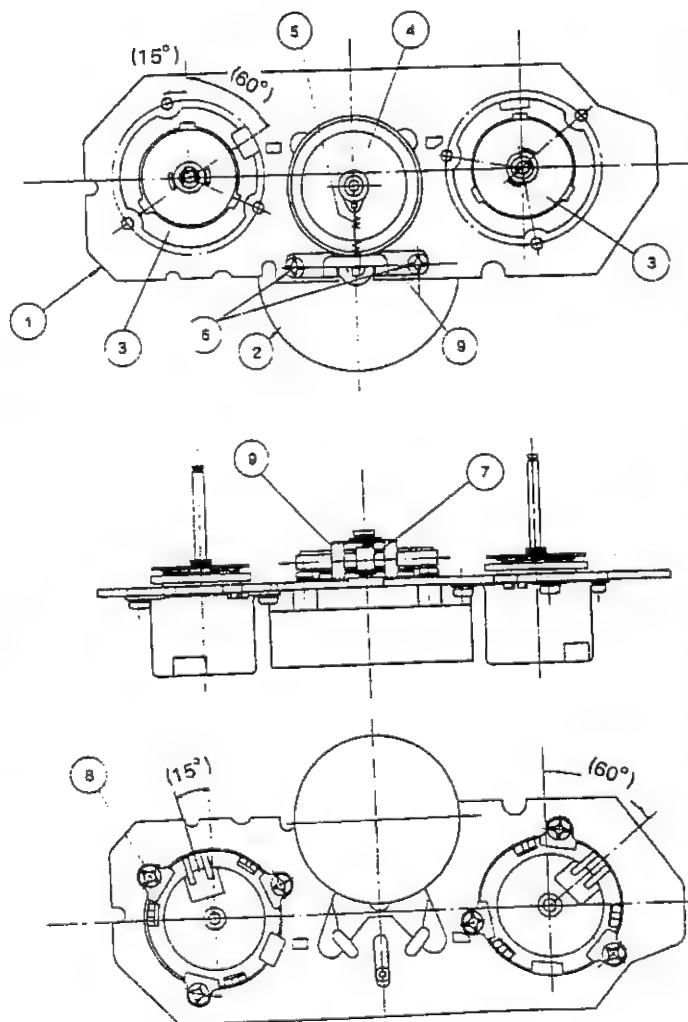

Abbildung 33.
Die Installation so vornehmen, daß die Einbaueinrichtung von Spulenmotor-Anschlußklemme und Feder-Hakenwinkel der Zeichnung in Abb. 33 entsprechen. (Durch Gebrauch längerer Schrauben wird der Motor beschädigt.)
2. Die Spulenzwischenrolle wie aus Abb. 33 ersichtlich, in die Mitte des Spulenchassis bewegen, daraufhin zieht man sie leicht in Richtung Spulomotor, um sie zu entfernen.
3. Die Spulenzwischenrollen-Einrückfeder (5), die in die Spulenzwischenrolle eingehakt ist, entfernen.
1. Die Austauschbremse in der in Abb. 33 dargestellten Stellung einbauen und mit 3 Schrauben (XBPSD30P06J00) befestigen.